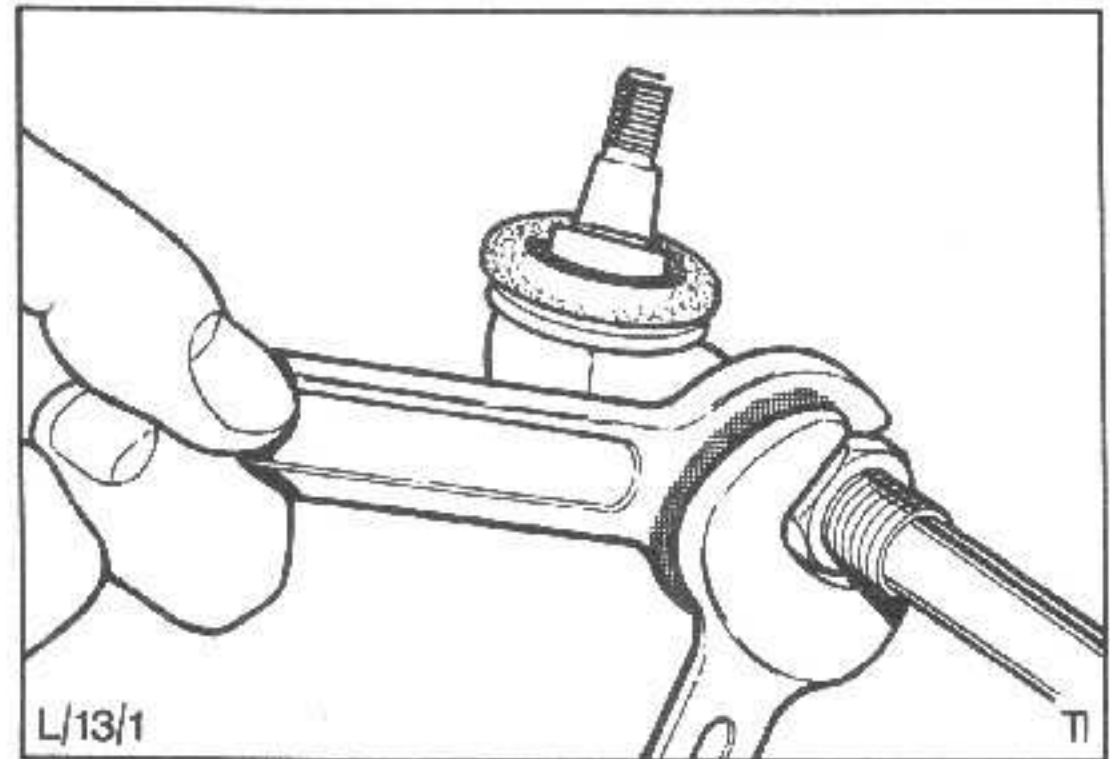

Abb.26 Ausbau des Spurstangenendstückes
3. Kontermuttern lösen und Spurstangenendstücke abschrauben, Abb.26 (Umdrehungen für den Wiedereinbau zählen).